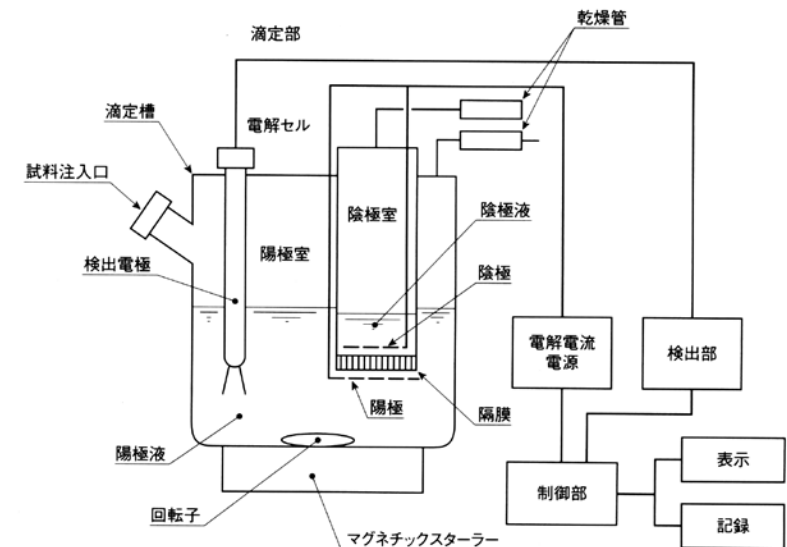
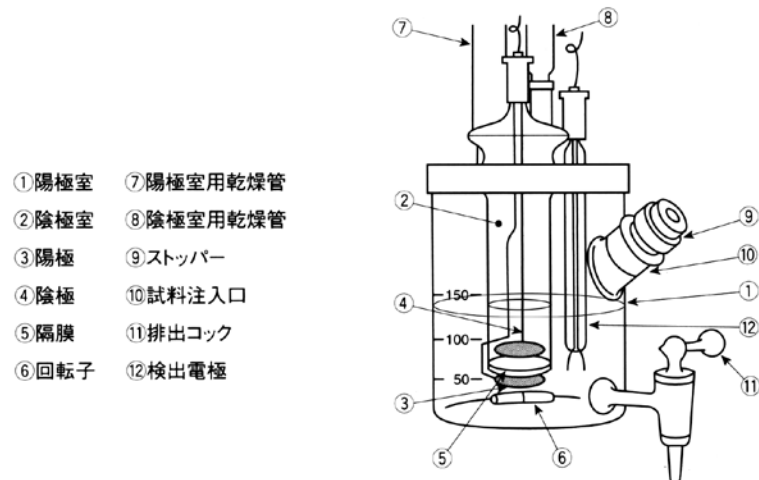

図2: 電量法式自動水分滴定装置
図3: 電解セル
- ①電量法式自動水分滴定装置（図2）に付属している電解セル（図3）の陽極室及び陰極室に電解液（アクアミクロンAX及びCXU）を入れます。
- ②陽極室の陽極液をかき混ぜながら電解電流を流し、終点になるまでヨウ素を発生させ電解セル内を無水状態にします。（この時の滴定量は読む必要はありません。）
- ③試料を加えて再び電解を行い終点になるまで電量滴定します。終点の検出は滴定装置に組み込まれている検出回路により電気的に行います。
- ④市販の電量法式自動水分滴定装置では電解に要した電気量から自動的に水分値としてμg単位で表示され水分含量が計算されてきます。